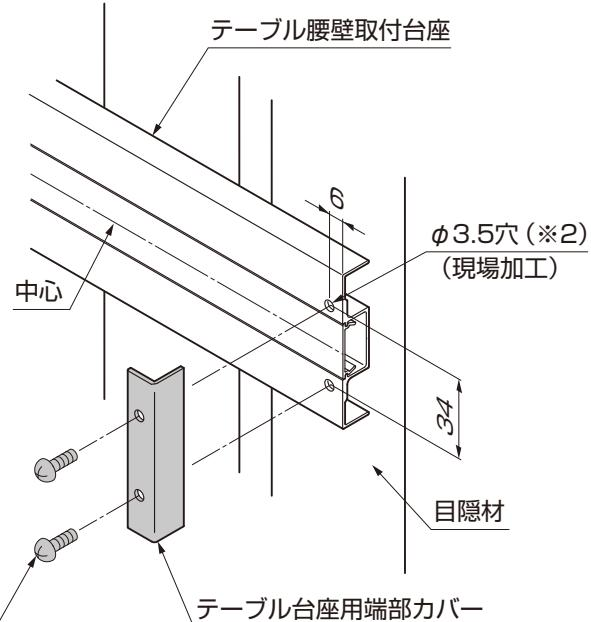

図2-5
②テーブル腰壁取付台座に、 $\phi 3.5$ の下穴(※2)をあけて、テーブル台座用端部カバーを【42-1】で取付けてください。(図2-5参照)